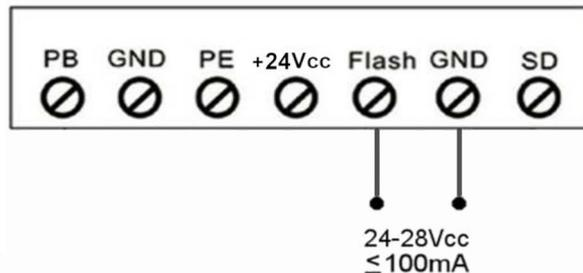
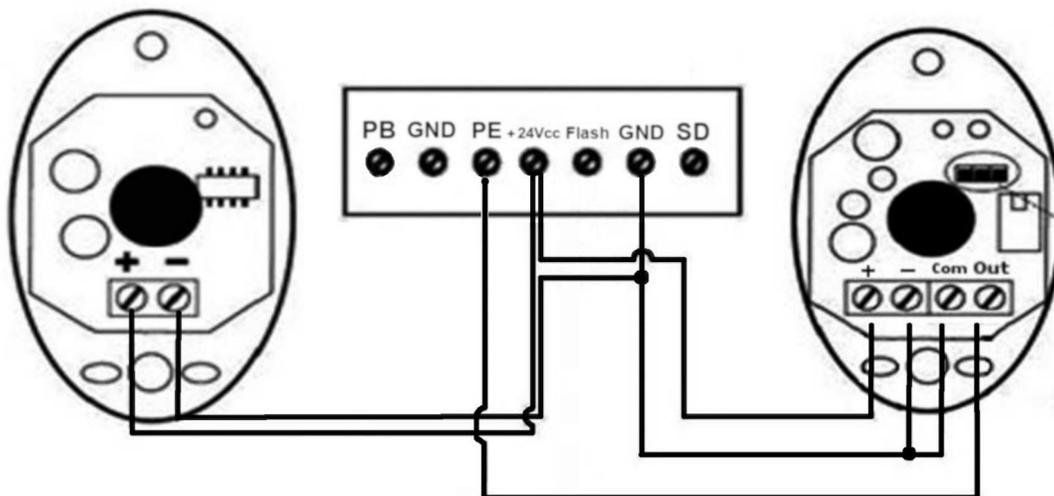

Fig.60
Fig.61
Las fotoceldas infrarrojas utilizan el contacto normalmente cerrado y debe estar conectado como se indica en la Fig.60 y Fig.61.
Las Terminales de Conexión para la Función Flash , proporciona pulsos de salida de 24-28Vcc \leq 100mA para diferentes aplicaciones, haciendo posible activar una interface de luz de mayor Intensidad. (Fig.60)
9.4.-Conexión de las Fococeldas (Opcional), (Fig.61)